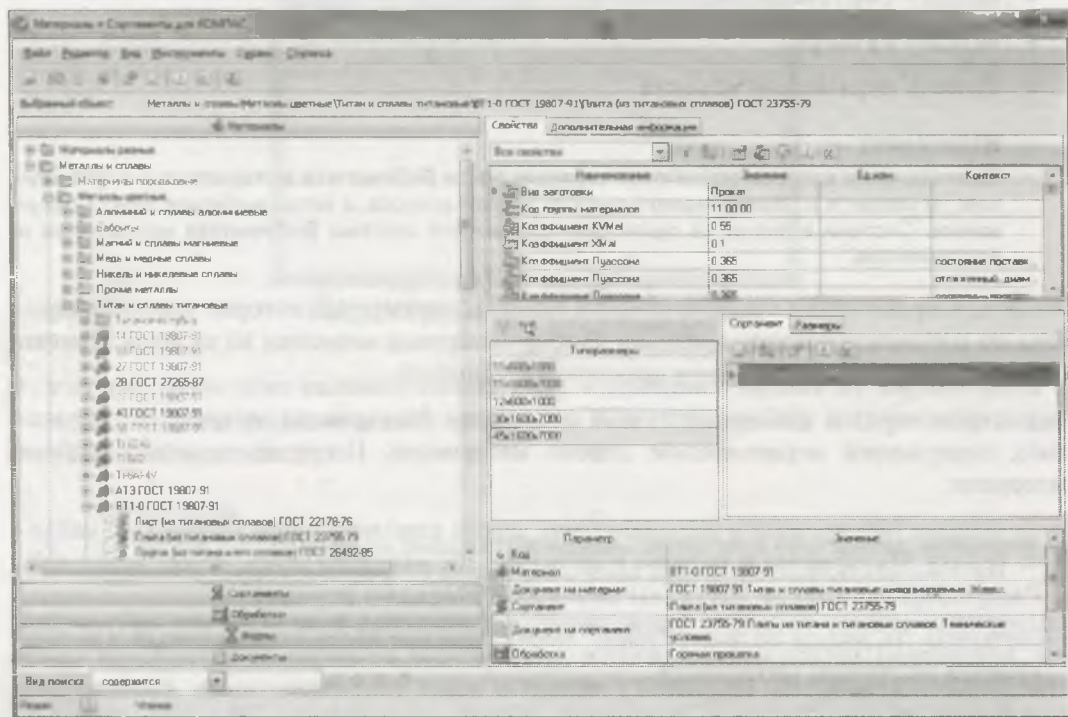

Рис. 30.12. Диалоговое окно **Материалы и сортаменты для КОМПАС** после выбора материала BT1-0
- ◆ в строке меню окна нажмите кнопку  — **Добавить объект из справочника** и ждите, пока на экране появится диалоговое окно **Материалы и Сортаменты для КОМПАС** (рис. 30.12).
- ♦ выберите сорт **Плита (из титановых сплавов) ГОСТ 23755–79**. На **Информационной панели** система вывела в окнах физико-механические свойства, типоразмеры и параметры данного материала (рис. 30.12);